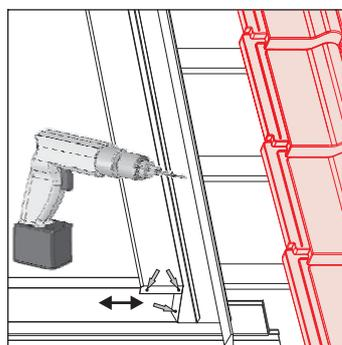
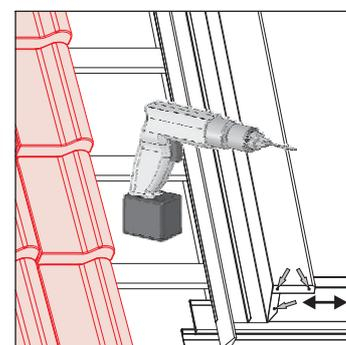

Fig. 3-49 Fase di lavoro 8
Fig. 3-50 Fase di lavoro 8
8. Allineare e avvitare la copertura di protezione visiva destra o sinistra con la rispettiva parte laterale mediante 3 viti autofilettanti (in dotazione) (fig. 3-49 e fig. 3-50).